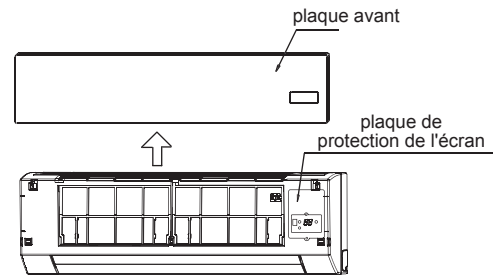

Fig.7-1
- 1 Sortez la plaque avant puis démontez la plaque de protection de l'écran. (Voir Fig. 7-1)